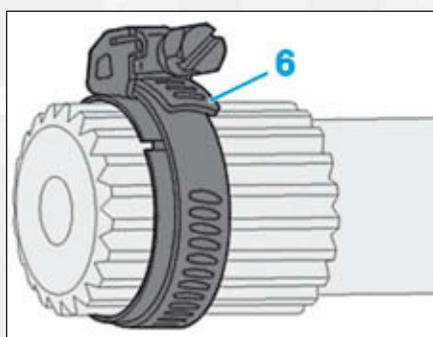

FIG.12
- un collier de serrage (6) sur le circlip pour faciliter l'emmanchement du bol (3) (Fig.12).